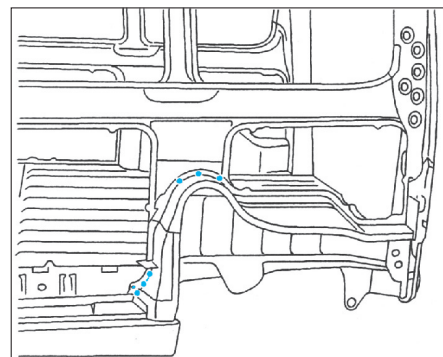

FIG. 146
- Souder par points bouchons au MAG ou MIG (Fig.146).